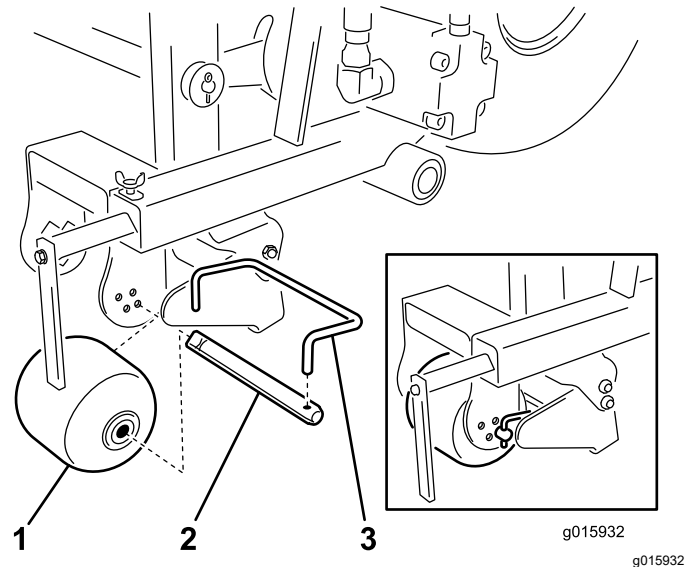

Bild 13
3. Entfernen Sie die Abstreiferstange von der Rollenwelle (Bild 13).
4. Entfernen Sie die Rollenwelle von der Rolle (Bild 13).